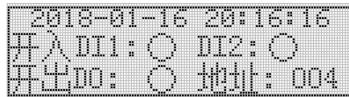

图 5 开入开出状态显示界面
模块实时值界面，按下 $\square$ 键进入开入开出状态显示界面，如下图 5 所示
- **地址后的数字：**代表当前主模块的地址标号，如图 5 所示主模块地址为 004。